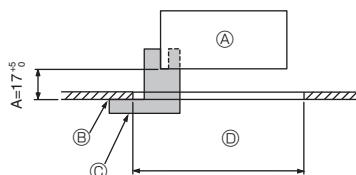

Fig. 9-2
①	Gitter	1	950 x 950 (mm)
②	Monteringsmåler	1	(Delt inn i 4 deler)
③	Skrue (4 x 16)	1	For PLP-6EAE, PLP-6EALE, PLP-6EALME
④	Hjørnepanel for i-see-sensor	1	For PLP-6EAE, PLP-6EALE, PLP-6EALME
⑤	Trådløs fjernkontroll	1	For PLP-6EALM, PLP-6EALME
⑥	Holder for fjernkontroll	1	Inkludert når utstyrt med den trådløse fjernkontrollen.
⑦	LR6 AA-batterier	2	Inkludert når utstyrt med den trådløse fjernkontrollen.
⑧	3,5 x 16 senkeskruer	2	Inkludert når utstyrt med den trådløse fjernkontrollen.
9.2. Gjøre klar til å feste gitteret (Fig. 9-2)